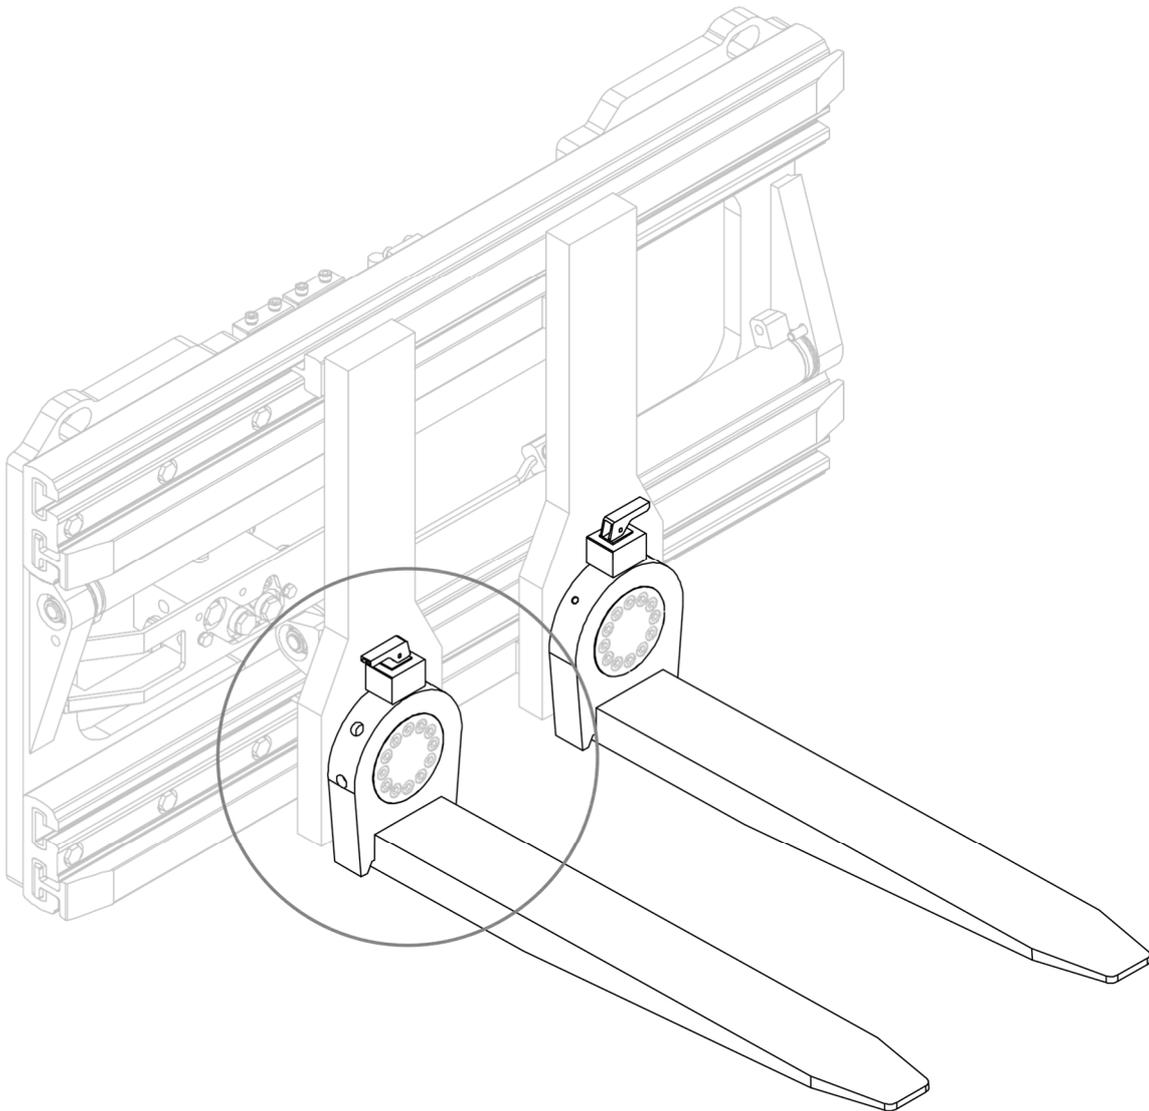
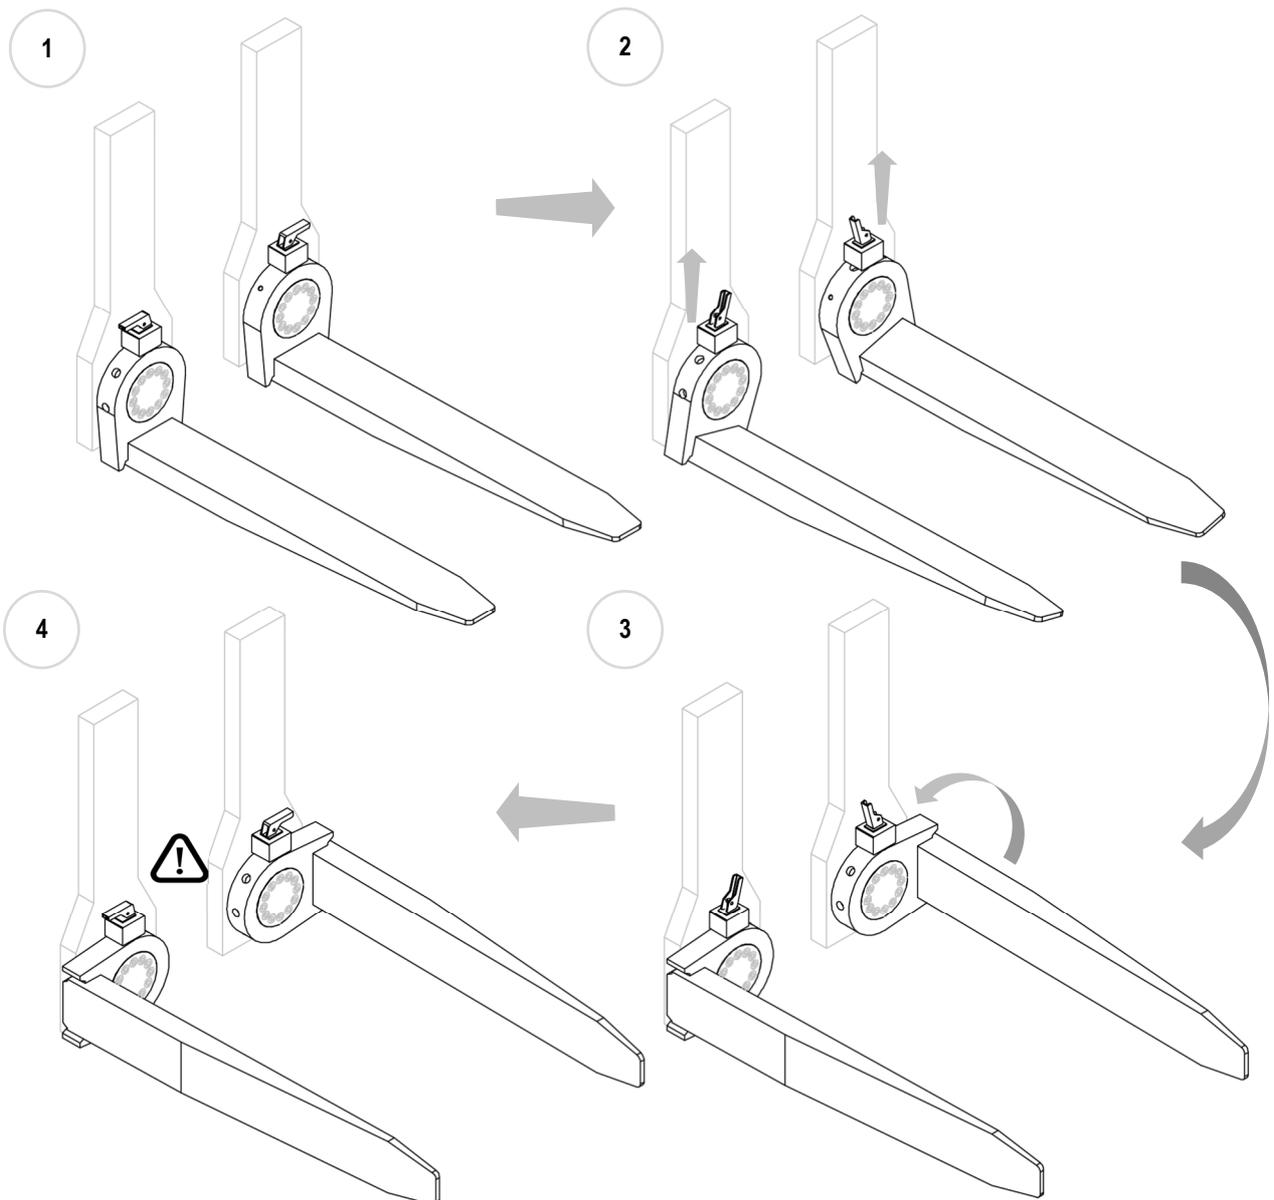

Figure 15
Figure 16
2. Prendre comme référence la *Figure 15* et la *Figure 16*.